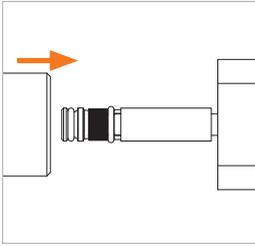

Abbildung 2
▶ Beaufschlagen Sie den Adapter mit dem Steuerdruck. Die Spannzangen fallen zusammen und das Anschließen des Prüflings ist möglich (*Abbildung 2*).